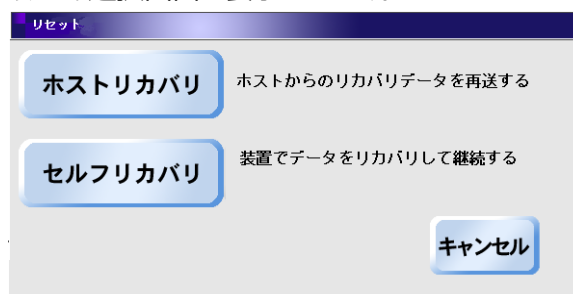

図 2.45b リカバリ選択画面
- （注 1）セルフリカバリを選択時にリカバリが必要なエラーが発生した場合、[リセット]スイッチを押すと、以下のホストリカバリとセルフリカバリ選択画面（図 2.45b）が表示されます。この画面で、ホストリカバリを選択する場合は[ホストリカバリ]ボタンを、セルフリカバリを選択する場合は[セルフリカバリ]ボタンを押してください。リカバリ選択画面は自動的に閉じます。
なお、図 2.45b のリカバリ選択画面が表示されているときに、画面の[ホストリカバリ]ボタンまたは[セルフリカバリ]ボタンを押さずにスタッカパネルの[リセット]スイッチを押した場合は、セルフリカバリを行います。
また、セルフリカバリを選択時にリカバリが必要なエラーが発生した場合に、パネルの[リセット]スイッチを押さずにスタッカパネルの[リセット]スイッチを押した場合、セルフリカバリを行います。図 2.45b のリカバリ選択画面は表示されません。
データ受信から用紙に出力されるまでのデータエラーは、ホストにデータ再送要求を報告し、ホストからのリカバリが行われます。この場合、図 2.45b のリカバリ選択画面は表示されません。